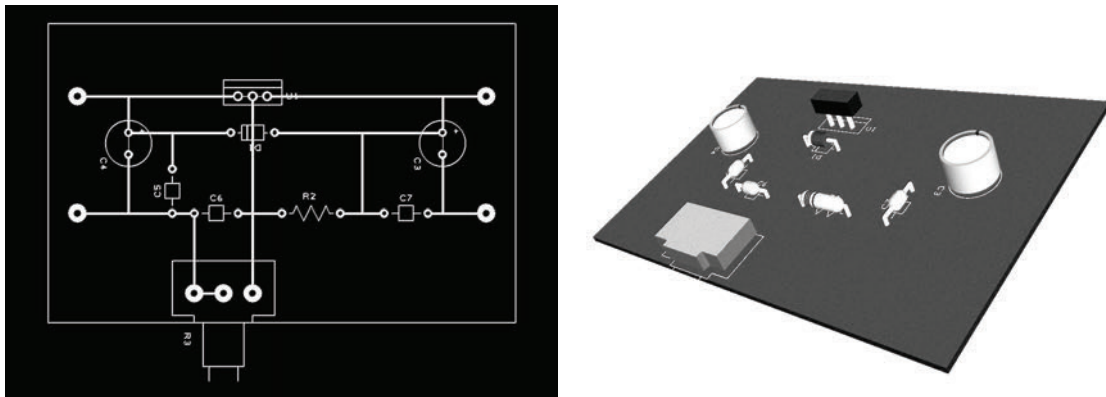

図 3 レイアウト設計。
- 2 部品の型番を決定し、レイアウトを設計する（図 3）。